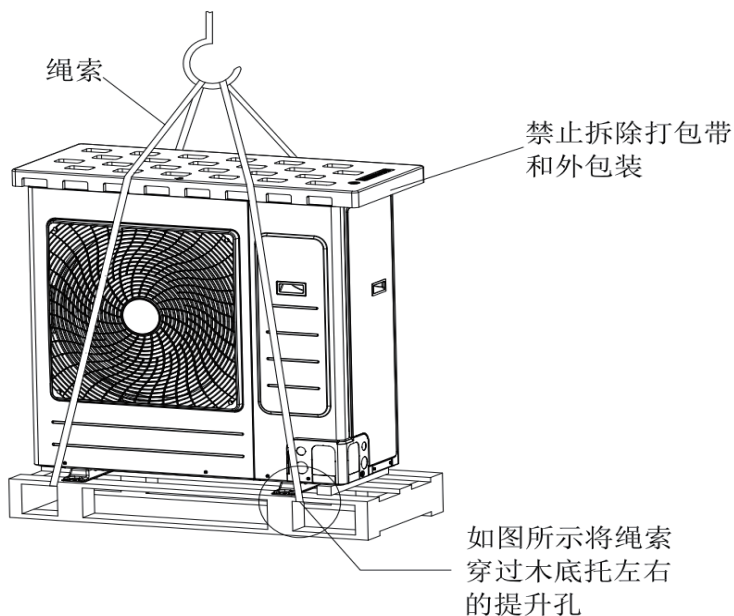

图3.5
- 2) 室外机搬运、吊装时应注意保持垂直,机器重心不在中心,倾斜不应大于30度,示意图如图3.5,并注意在搬运、吊装过程中的安全。